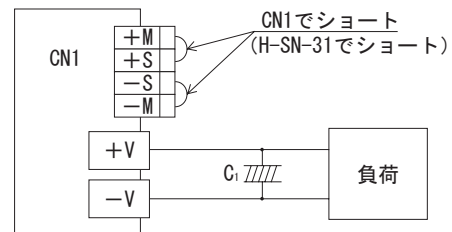
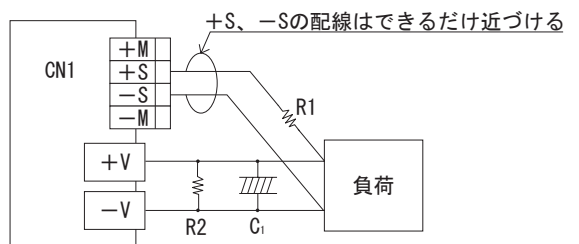

図 5.11 リモートセンシングを使用しない場合
図 5.12 リモートセンシングを使用する場合
■リモートセンシングを使用する場合と使用しない場合の結線を図 5.11、図 5.12 に示します。
- ①負荷線に接触不良（ねじのゆるみなど）が生じると、センシング線に負荷電流が流れ、電源内部回路が故障することがありますので結線には充分注意してください。
- ②電源から負荷までの配線は、充分余裕のある太い電線を使用し、ラインドロップは0.3V以下で使用ください。
- ③センシング線が長くなる場合、C1、R1をつけてください。
- ④センシング線は、ツイストペア線またはシールド線を使用してください。
- ⑤+M、-M、+S、-S端子から電流を取り出さないでください。
⑥配線や負荷のインピーダンスによって、電源出力電圧に発振波形が発生したり、出力電圧の変動が大きくなる場合があります。